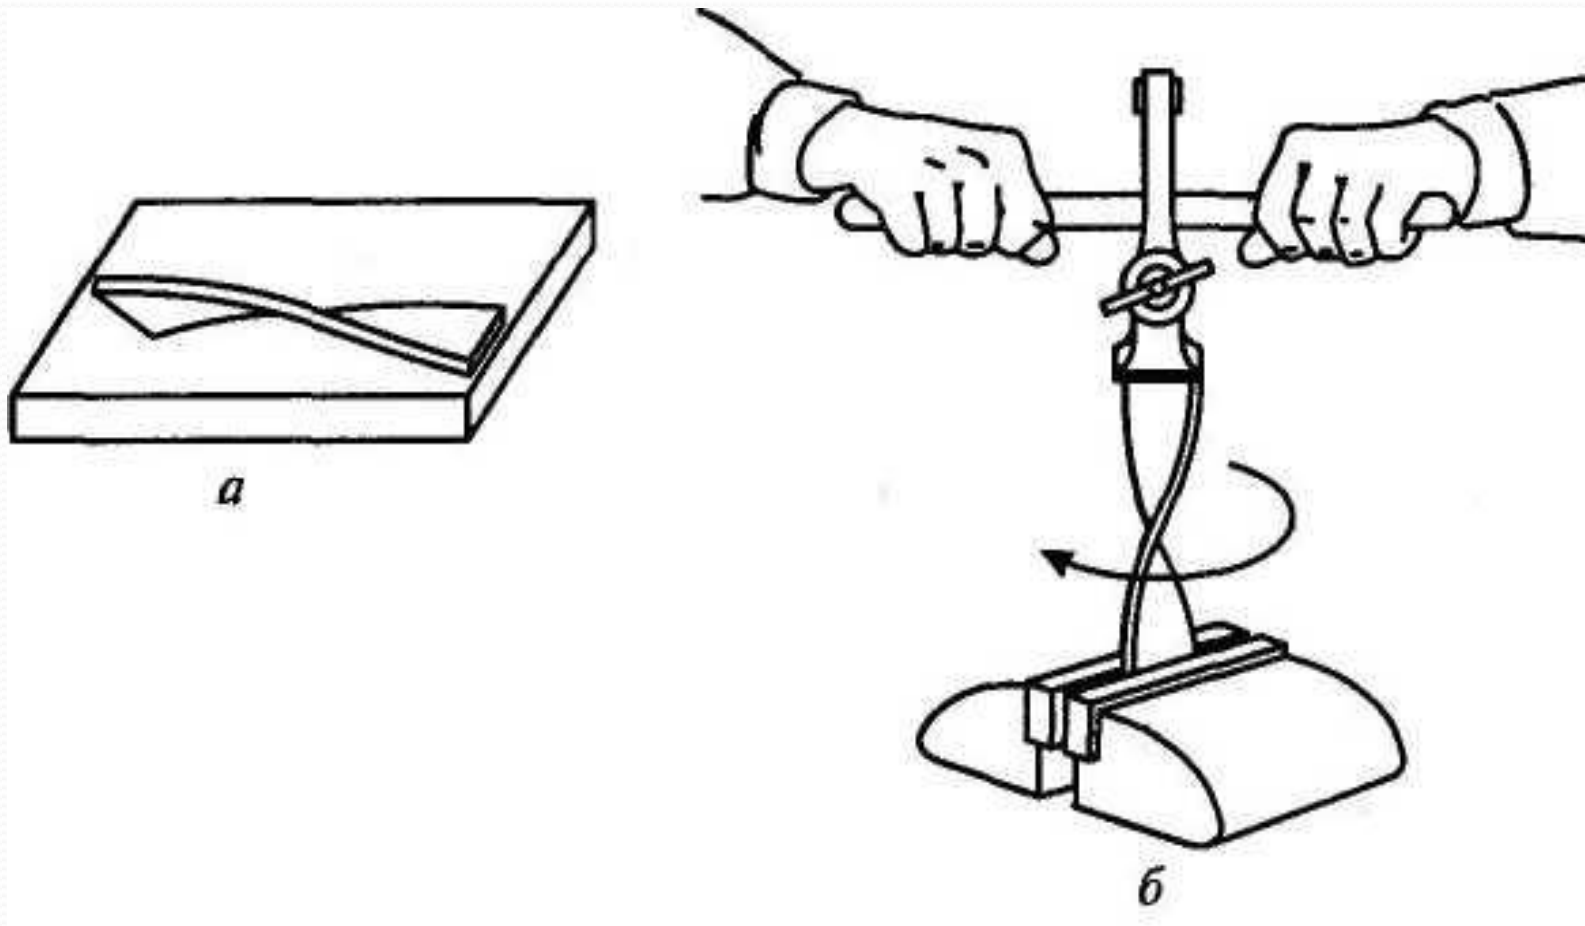

Рис. 2.41. Правка полосы с винтовым изгибом:
6. Правку полос с винтовым изгибом необходимо выполнять в ручных тисочках (рис. 2.41, б).